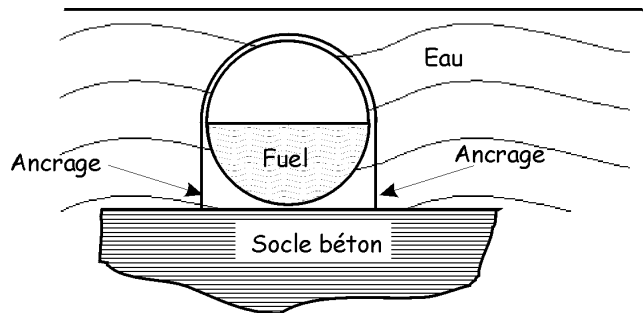

Figure 2
2. On suppose que la cuve est entièrement immergée dans l'eau. (figure 2 ci-contre)
- 1.2. Rappeler les conditions d'équilibre. Représenter les forces à l'échelle 1 cm pour 2 N sur la figure 2 du document réponse (G et C sont respectivement les centres de gravité et de poussée de l'ensemble).